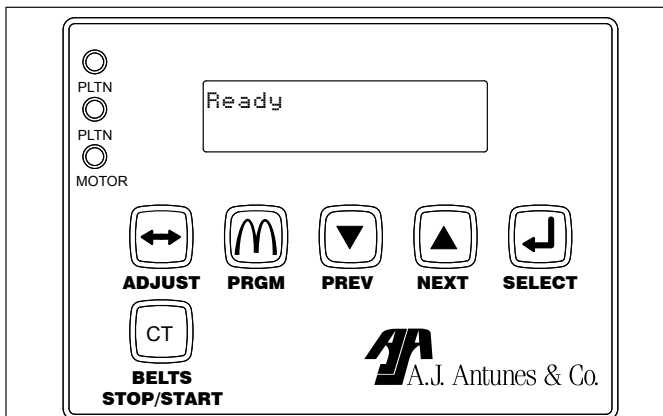

Figura 4. Pantalla listo del Tostador Club
3. Cuando la unidad alcanza la temperatura operativa, aparece en la pantalla *Listo* (Figura 4).